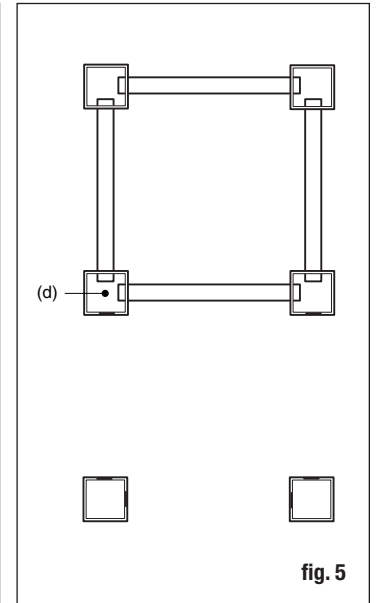

fig. 5
- Build the walls between the corner posts and the T-posts following the process in Step 2a. Then, build the wall between the T-posts (fig. 5).
- Ensambla las paredes entre los postes esquineros y los postes en forma de T siguiendo el paso 2a del procedimiento. Enseguida ensambla la pared entre los postes en forma de T (fig. 5).